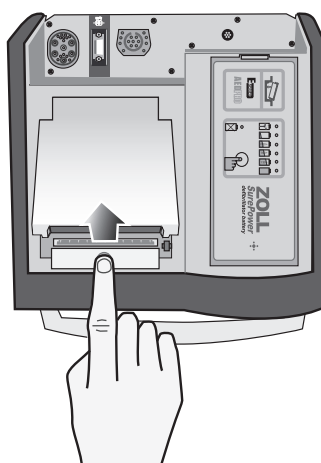

Figura 13-5. Apertura de la puerta de la impresora
1. Pulse el botón de desbloqueo y abra la puerta de la impresora (consulte la Figura 13-5). A continuación, extraiga el papel existente.